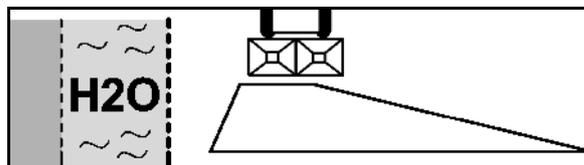

Fig. 71
O valor a ajustar deverá ser consultado na tabela de dispersão (Fig. 71).
2. Deslocar a chapa dispersora em bordadura sobre o estribo guia (Fig. 73/1) até que o ponteiro (Fig. 73/2) se encontre sobre o valor a ajustar proveniente da tabela de dispersão (Fig. 71).